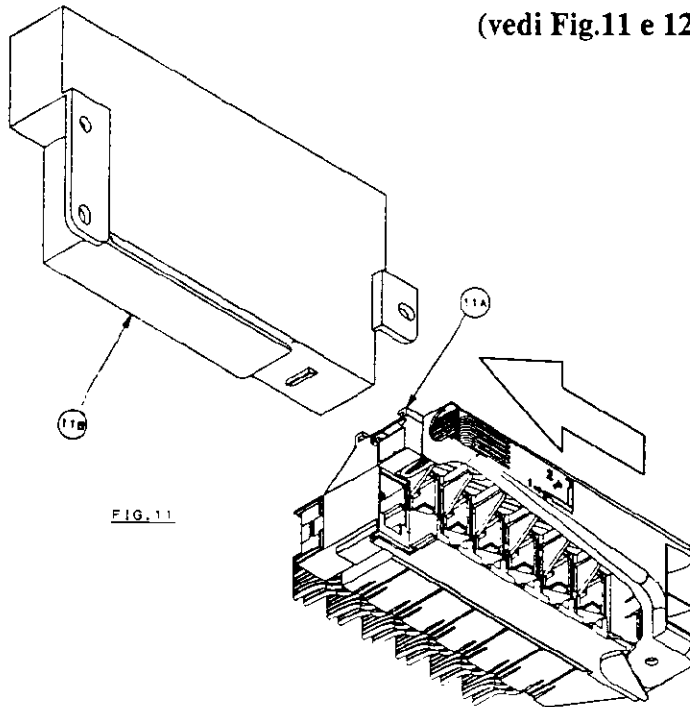

FIG. 11
1) Insert the frame rear slide 11A in the corresponding groove placed on the interconnection box 11B by sliding the frame until the locking lance clicks 12A on the stopper 12B (see Fig. 11 and 12)
1) Inserire la slitta posteriore del frame 11A nella corrispondente scanalatura posta sulla centralina 11B facendo scorrere il frame fino allo scatto della lancetta di aggancio 12A sul dente di arresto 12B (vedi Fig.11 e 12).